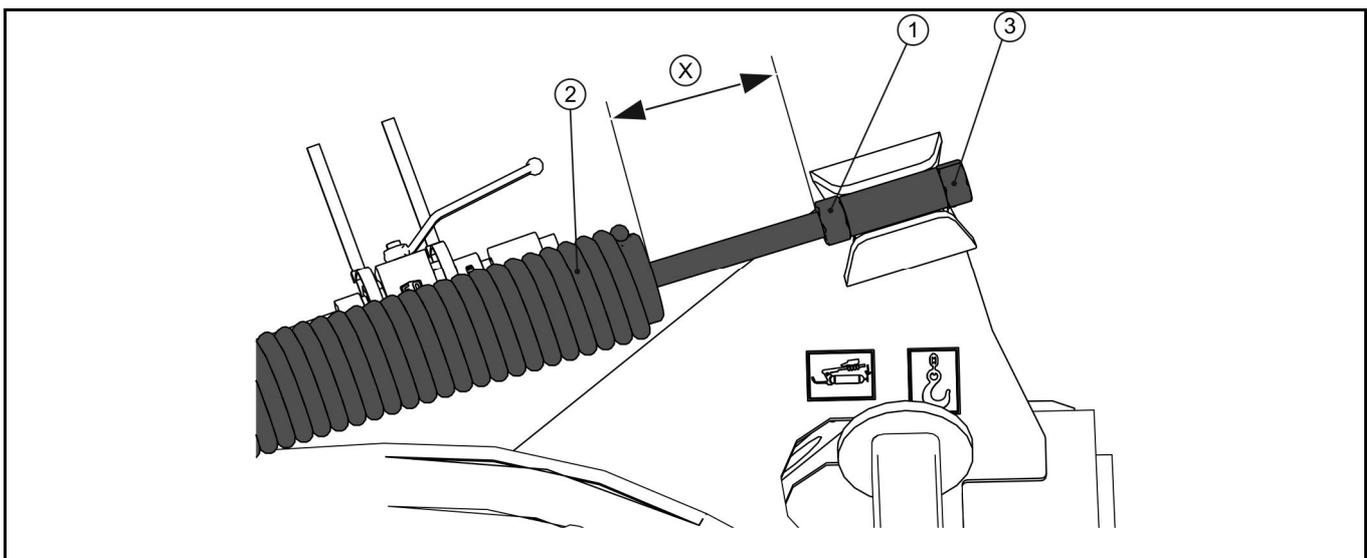

ABBILDUNG 4.7 Einstellung des Mähbalken-Drucks
(1) Kontermutter, (2) Druckentlastungsfeder, (3) Einstellschraube
Um die Stoppeln beim Mähen zu schützen und einen Teil des Verschleißes an den Gleitkufen der Schneideinheit zu verringern und eine gute Boden Anpassung zu gewährleisten, muss der Druck des Mähbalkens auf den Boden entsprechend eingestellt werden (ABBILDUNG 4.7). Zu diesem Zweck werden Druckentlastungsfedern (2) verwendet. Der Druck muss an die Geländebedingungen, die Fahrweise, die Bodenbeschaffenheit und die Art des zu mähenden Futters angepasst werden.